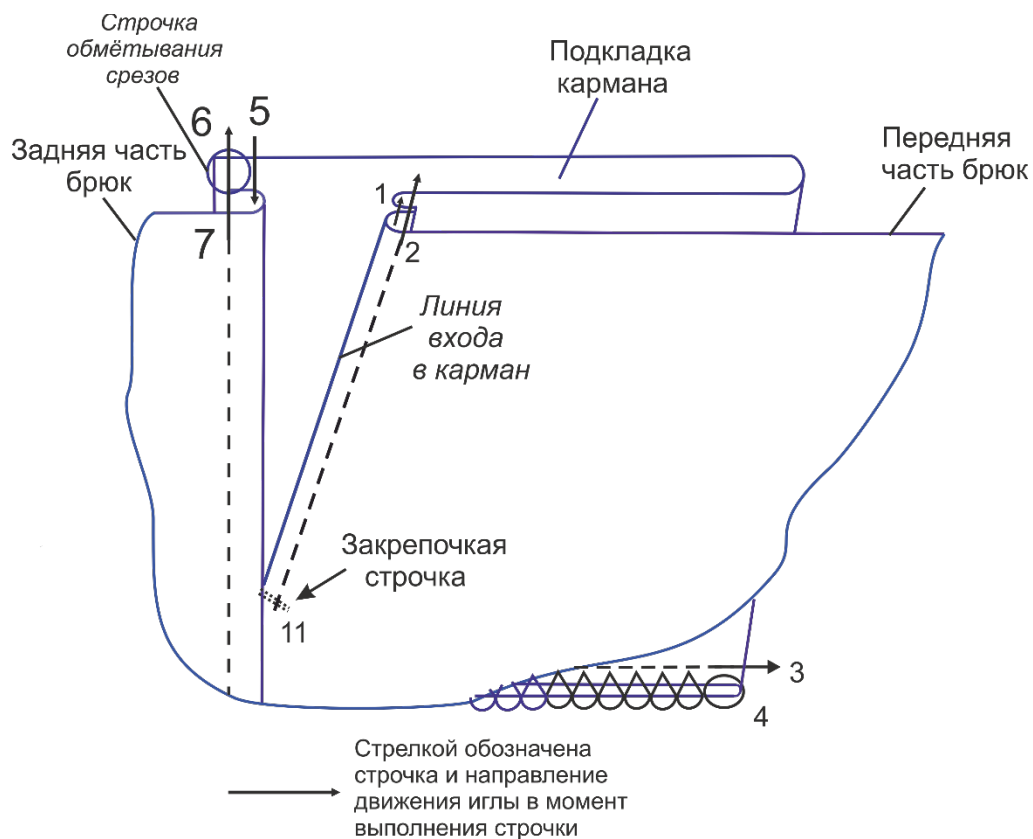

Рис. 2
2. Обработайте боковые карманы (Рис. 2).